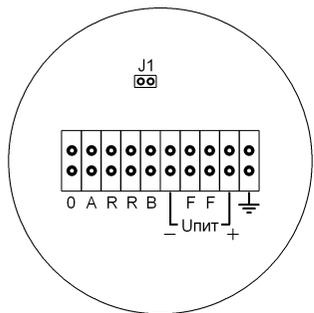

Рисунок 3. Плата клемм оповещателя ЭКРАН-ИНФО.
9.13 Каждый оповещатель необходимо заземлить используя внешний винт заземления (8) (рисунок 1) или клемму защитного заземления на плате клемм (рисунок 3).